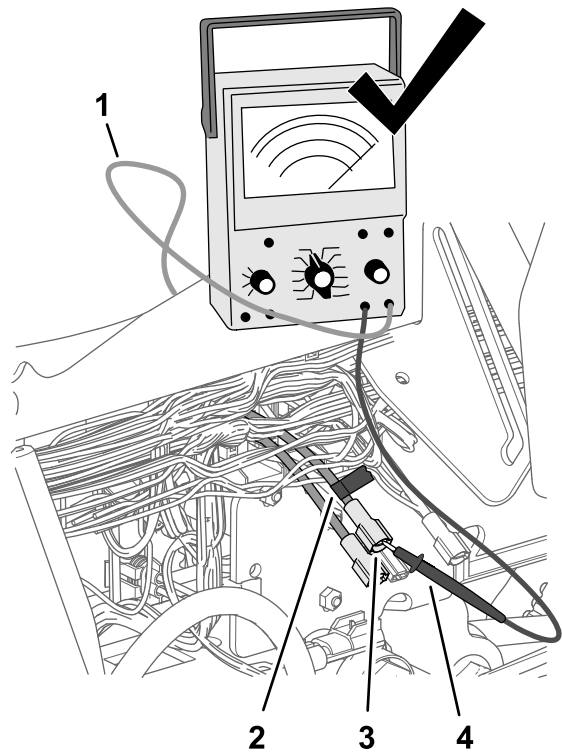

Bild 191
4. Markieren Sie den Anschluss und das Kabel, das Sie in Schritt 3 identifiziert haben, mit einem Stück Band (Bild 191).